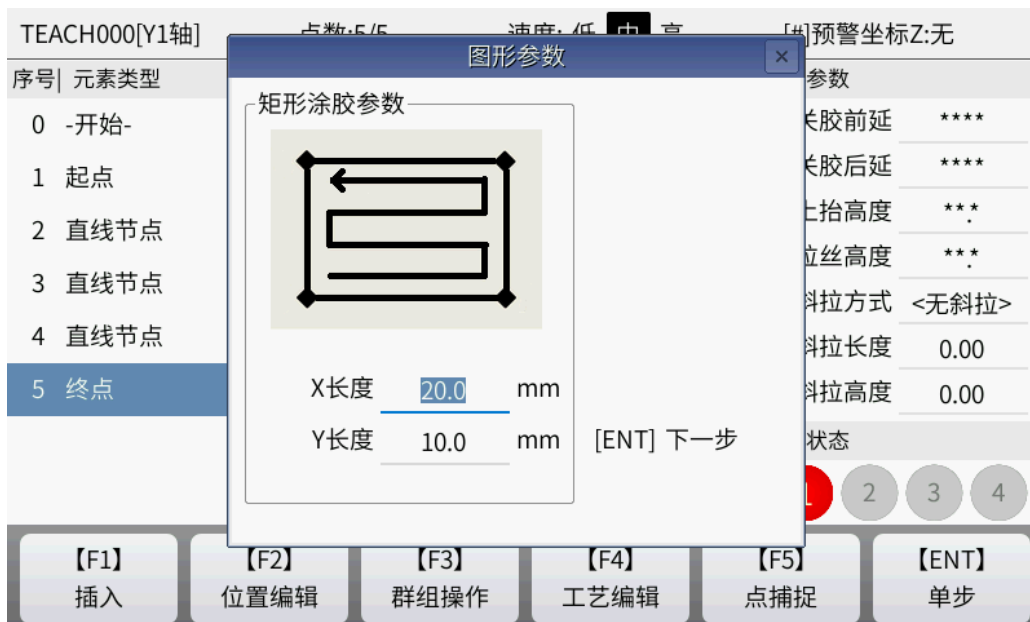

图 11.4.20 矩形涂胶方程输入
- 5) 如果选择**参数方程**，按【ENT】下一步，则进入如下图 11.4.20 所示：